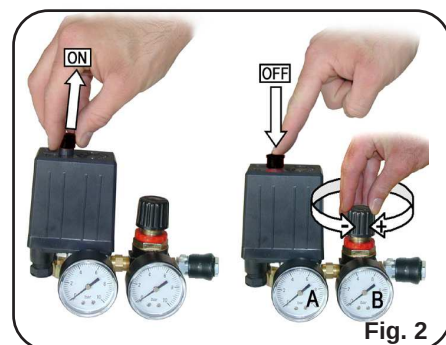

Fig. 2
- ➔ Le manomètre **A (Fig. 2)** indique la pression à l'intérieur de la cuve.
- Pour régler la pression de sortie d'air, il faut tourner la molette **(Fig. 2)**
- Le manomètre **B (Fig. 2)** indique la pression utilisable en sortie de raccord, n'utiliser l'outil que lorsque la pression dans la cuve est supérieure à la pression d'emploi de l'outil.
- Mettre l'interrupteur en position «Off». **(Fig. 2)**
- la membrane interne au réducteur de pression (fig.2) est déchirée, la remplacer.